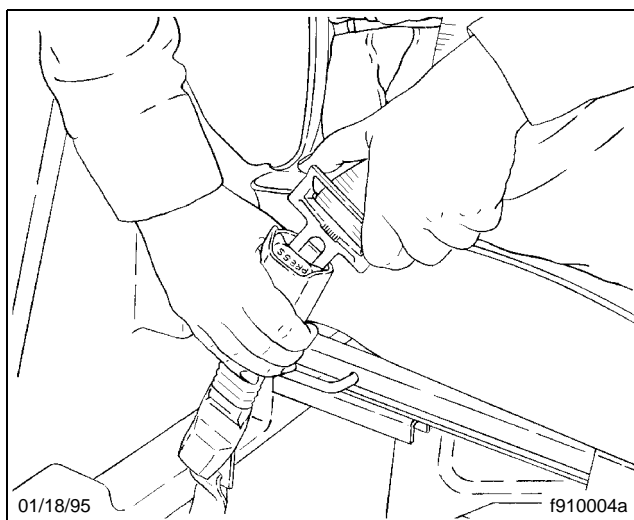

Figura 5.6, Abrochado del cinturón de tres puntos
2. Abroche el cinturón de seguridad de tres puntos empujando el acoplamiento en la hebilla hasta que se trabe (**Figura 5.6**). Dé al cinturón un tirón en la hebilla. Si la hebilla se desabrocha, repita este paso. Si el problema continúa, reemplace el cinturón de seguridad de tres puntos.